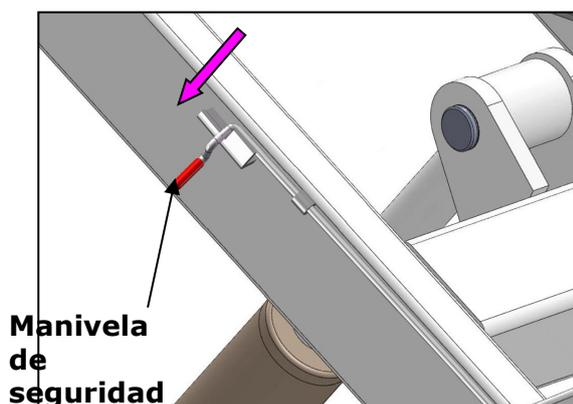
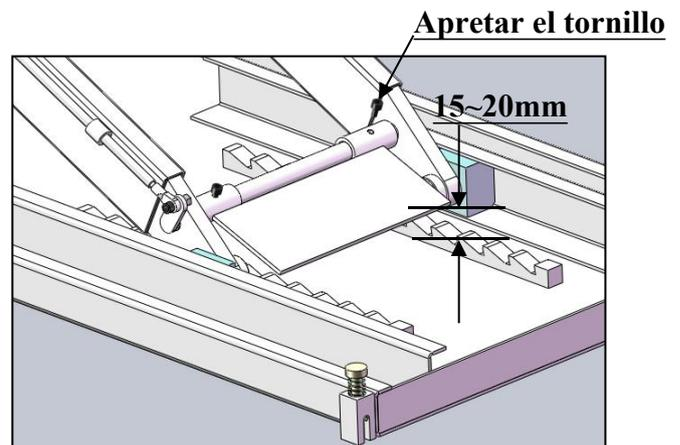

Fig.19
Fig.20
Levante el elevador hasta la posición más alta (véase la Fig. 19), girando la manilla del seguro como la dirección de la flecha. Afloje el tornillo del cable de seguridad con una llave, levante la placa de bloqueo de seguridad de la cremallera unos 15-20 mm (véase la Fig. 20) y, a continuación, apriete el cable de seguridad con una llave.
4. Para bajar el elevador: Levante el elevador durante varios segundos. Gire la manilla del cierre de seguridad hacia abajo (véase la Fig. 19) para soltar el dispositivo de seguridad... Después de soltar el dispositivo de seguridad (véase la Fig. 23), presione la palanca de desbloqueo en la unidad de potencia, el elevador se bajará.